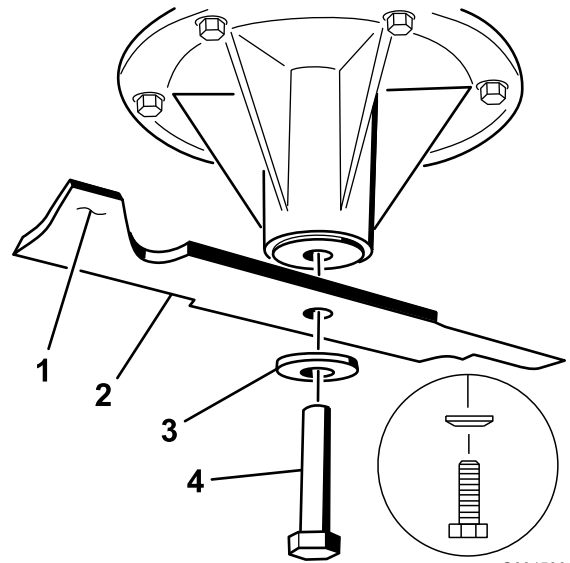

Figure 73
2. Placez la lame sur l'axe (Figure 73).
3. Montez la rondelle bombée et le boulon de la lame (Figure 73).
Remarque: Le cône de la rondelle bombée doit être dirigé vers la tête du boulon (Figure 73).